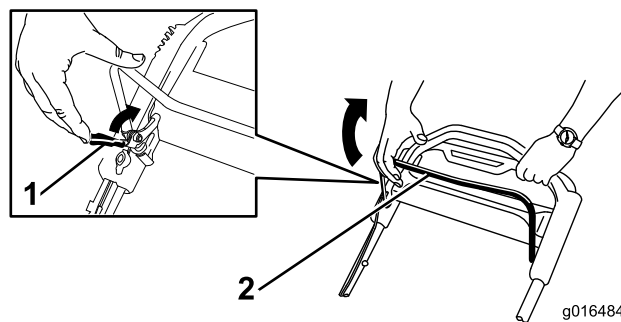

Figura 21
1. Tire hacia atrás del seguro de la barra de control de las cuchillas hasta que llegue a la barra de control de las cuchillas (Figura 21).